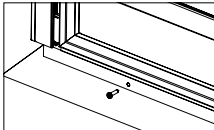

Bild 3
4. **Bei PT-2BL, PT-2DBL Anlagen:** Winkel mittels mitgelieferten Schrauben an Türrahmen oder Türschwelle montieren. (Bild 3)